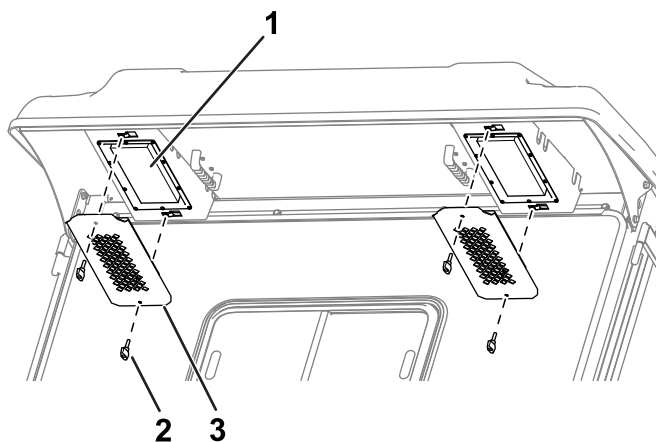

Figure 82
1. Enlevez les boutons et les grilles de l'avancée arrière de la cabine (Figure 82).
4. Utilisez les boutons et les grilles pour reposer les filtres dans la cabine (Figure 82).